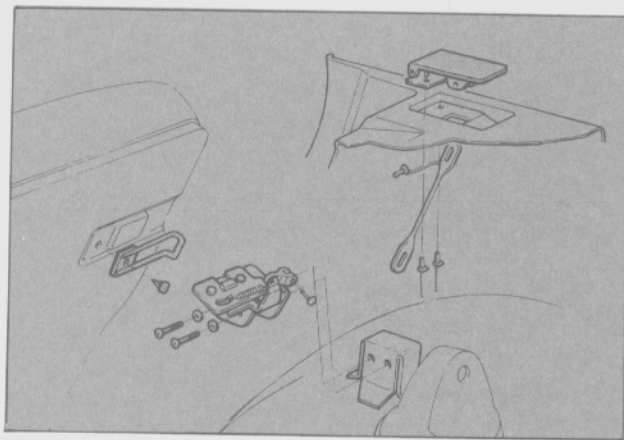

Fig. 28 - Mecanismo de traba. Modelos GHIA y XR4.
- Retirar los dos tornillos de retención del mecanismo de traba al pasaruedas (Fig. 28).
- Si fuese necesario, perforar los dos remaches de retención de la palanca de destraba al soporte de la bandeja portapaquetes. Desconectar la varilla de accionamiento, retirando el pasador de retención (Figs. 28 y 29).